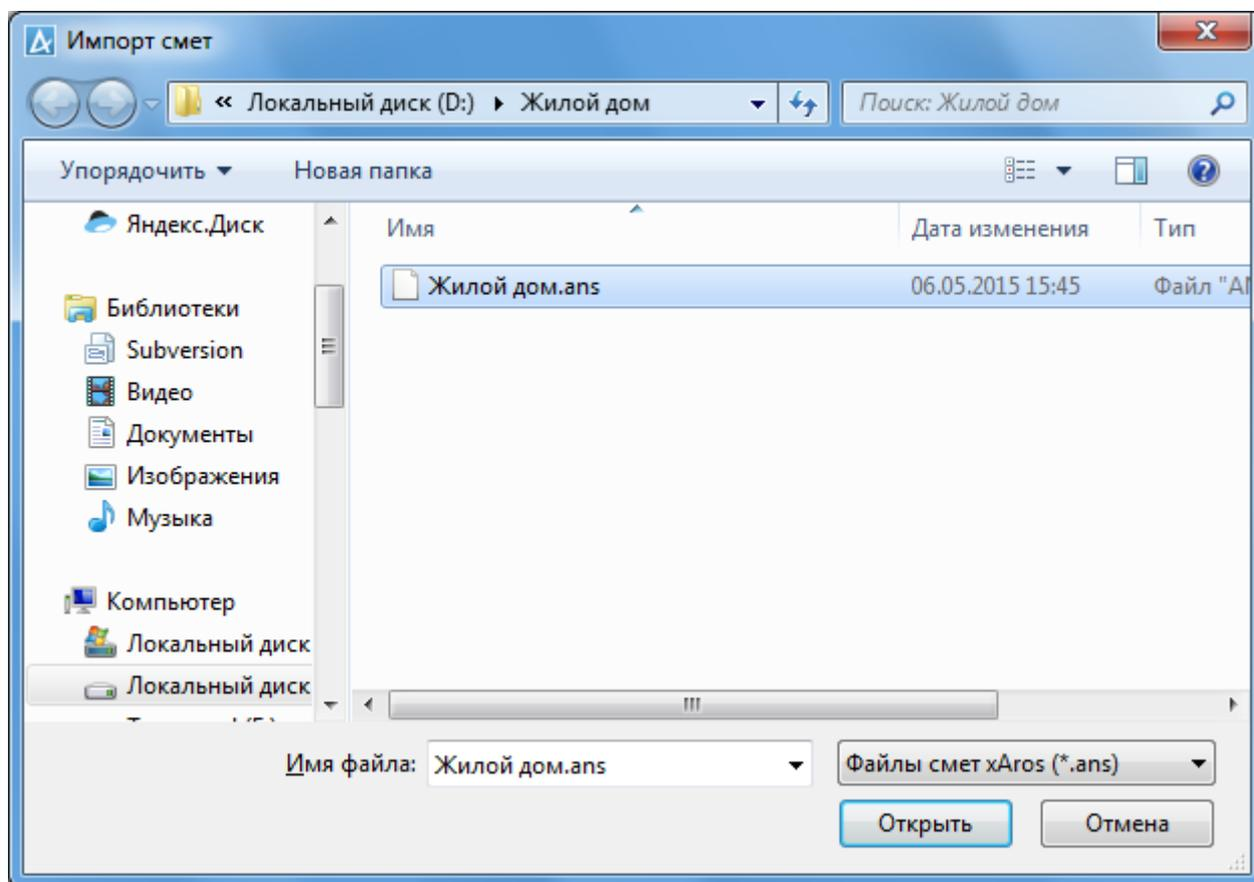

Рис.4.37. Импорт смет
- В панели инструментов окна «Сметы» щелкнуть мышью по кнопке **Загрузить**  или выбрать эту команду из контекстного меню: открывается окно «Импорта смет» (рис. 4.37).